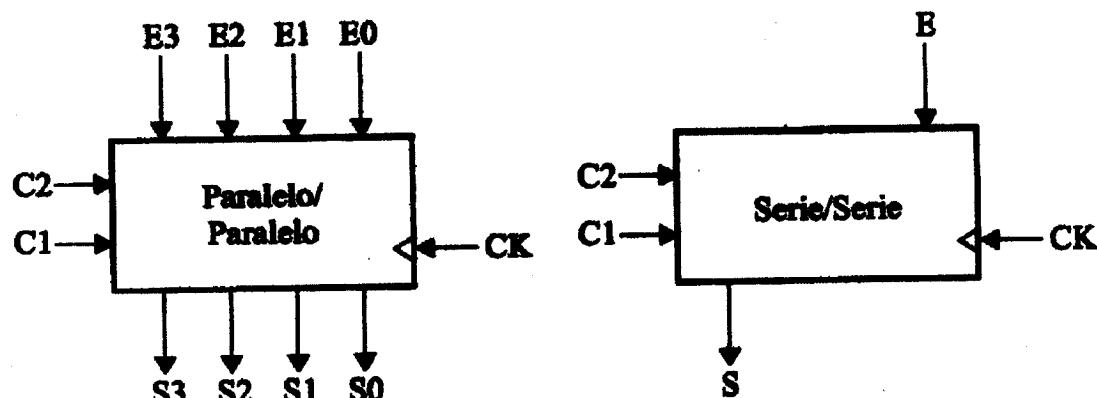
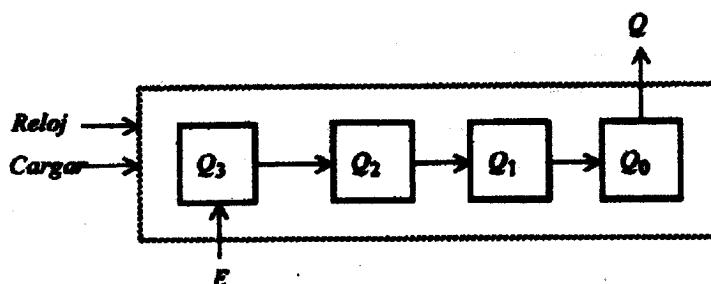

Figura 1: Registros de desplazamiento
Figura 4: Registro de 4 bits con entrada serie / salida serie
- B) En este segundo apartado, el enunciado pide diseñar el mismo registro de antes, con desplazamientos LDCS y LICS, pero con entrada serie / salida serie. Ni en el módulo de la Figura 1 ni el enunciado se menciona en qué bit se comienza la carga serie, ni en qué bit se efectúa la lectura serie. Siguiendo el criterio del libro de texto, para resolver este problema se supone que se sigue el esquema de la Figura 4 para estas operaciones.